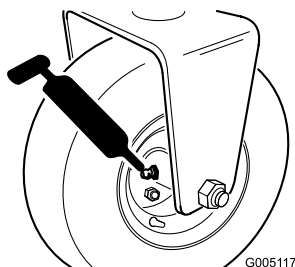

Figura 24
- Rolamento da roda traseira (1) (Figura 24)